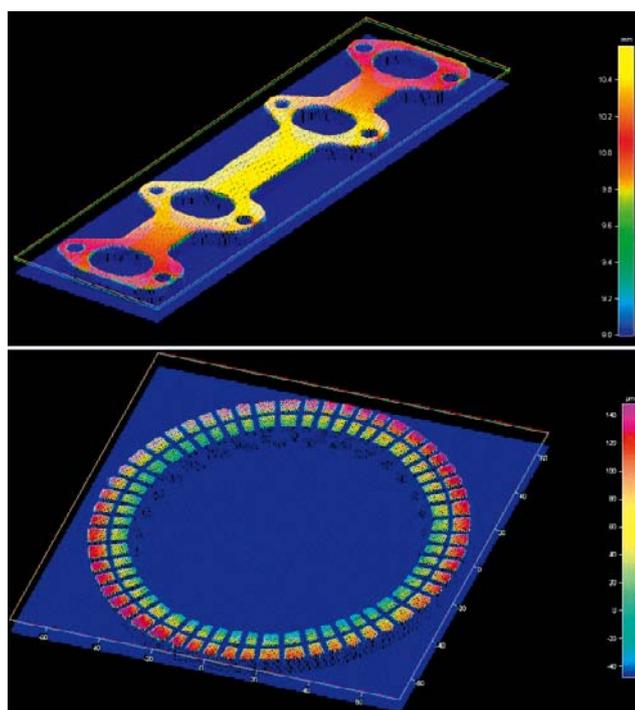

Bild 1. Ebenheitsmessung einer Motordichtfläche (oben) und von Kupplungslamellen (unten). Die Höhenabweichungen sind farbcodiert.
- Messungen der Ebenheit von Dichtflächen, Kupplungs- und Bremsteilen (Bild 1),